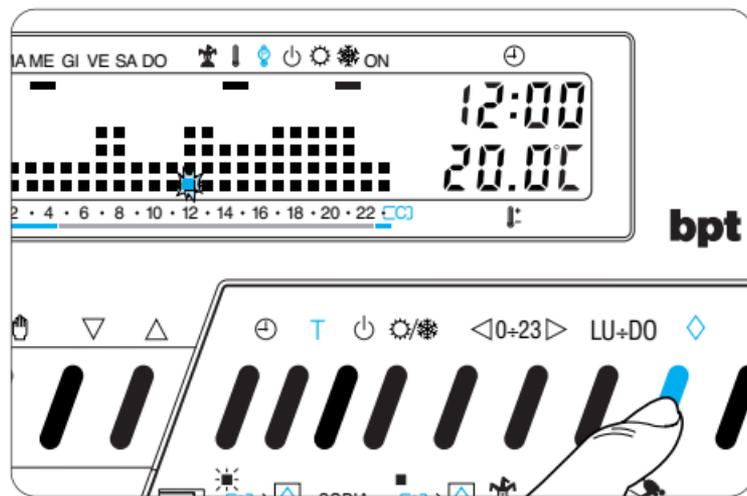

Fig. 42
**11.4** - Per uscire dal programma JOLLY e riportare l'apparecchio in funzionamento AUTOMATICO premere nuovamente il pulsante  $\diamond$  (fig. 42). Se si desidera prenotare il programma JOLLY